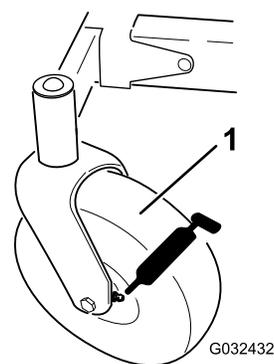

図 33
3. グリスフィッティング **図 33** をウェスできれいに拭く。
4. フィッティングにグリスガンを接続する **図 33**。